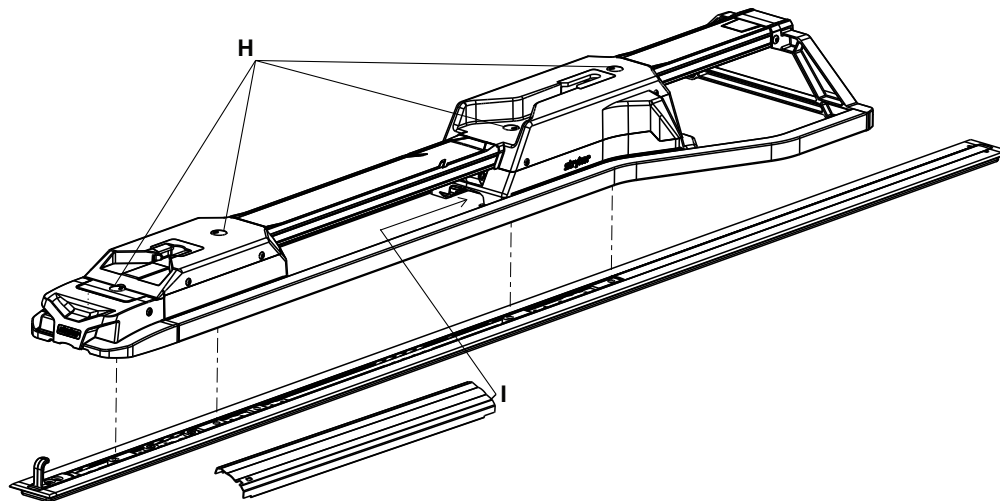

Abbildung 11 – Befestigung anbringen
17. Die drehbaren Kappen (H) eine halbe Umdrehung drehen, um an die Bodenplattenbolzen unter den Kappen zu gelangen (Abbildung 11).
19. Mit einem 3/8"-Sechskantschlüssel die übrigen drei angebrachten Bodenplattenbolzen (H) in die beiden Leisten installieren (Abbildung 11).
23. Die Seite der mittleren Abdeckungsbaugruppe ohne Aussparung (6392-001-011) (I) in die Öffnung am Kopfendegehäuse einführen (Abbildung 11).
- _____ Mit einem Drehmomentschlüssel überprüfen, dass alle vier angebrachten Bodenplattenbolzen (A) auf 60 ± 10 ft-lb (81 ± 14 Nm) festgezogen wurden. (Abbildung 11).